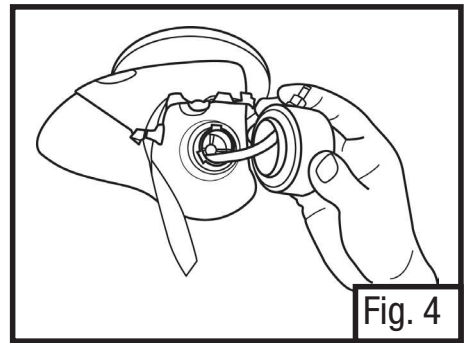

Fig. 4
5. Insert the other end of the sampling tube through the respirator filter holder and past the respirator's inhalation valve. Inserting the sample tube through the filter holder in the area shown minimizes the chance of kinking tubing during adapter installation. With the full facepiece respirator feed this tubing end also past the nose cup inhalation valve. (Fig. 4)
5. Insérer l'autre extrémité du tube d'échantillonnage dans le porte-filtre du respirateur en le faisant glisser jusqu'à ce qu'il dépasse la soupape d'inhalation du respirateur. L'insertion du tube d'échantillonnage dans le porte-filtre, à l'endroit indiqué sur la figure, minimise les risques de déformation du tube au moment de l'installation de l'adaptateur. Lorsqu'il s'agit d'un respirateur à masque complet, insérer cette extrémité du tube jusqu'à ce qu'elle dépasse la soupape d'inhalation de la coquille nasale. (Fig. 4)